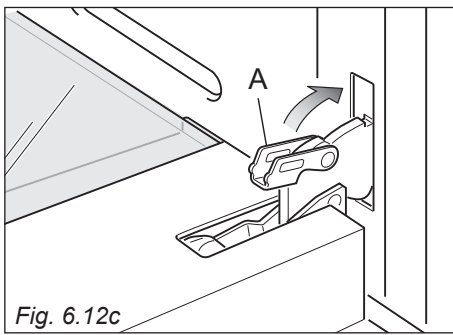

Fig. 6.12c
4. Chiudere le leve "A" delle cerniere destra e sinistra (fig. 6.12c).